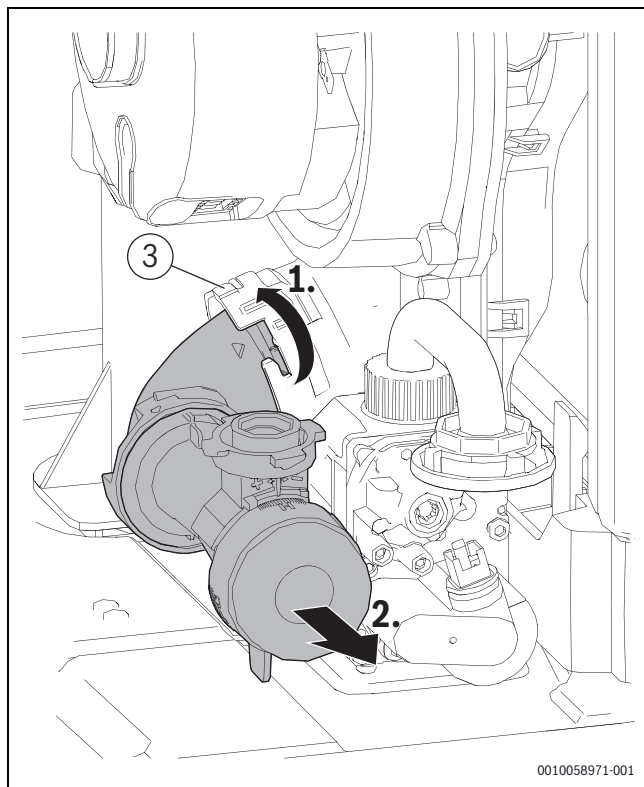

Bild 81 Einstelldüse ausbauen
- Einstelldüse wieder am Venturirohr [3] befestigen. (→Bild 81, Seite 59).
- Einstelldüse wieder am Venturirohr [3] befestigen (→Bild 81, Seite 59).